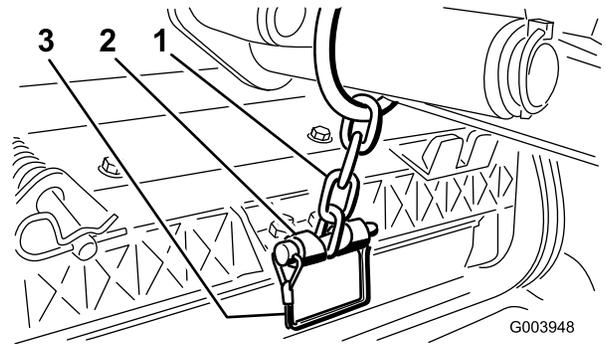

Figura 10
12. Prenda corrente do braço de elevação ao suporte da corrente com o pino de encaixe (Figura 10). Utilize o número de elos da corrente conforme descrito no *Manual do utilizador* da unidade de corte.